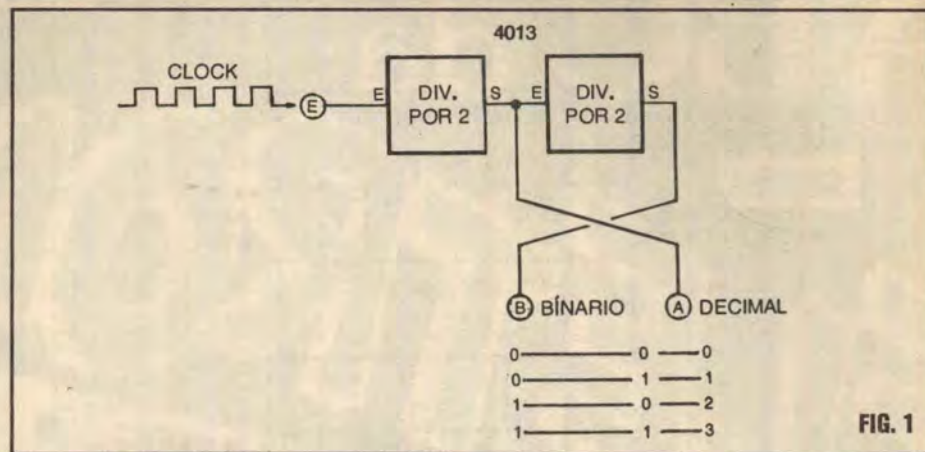
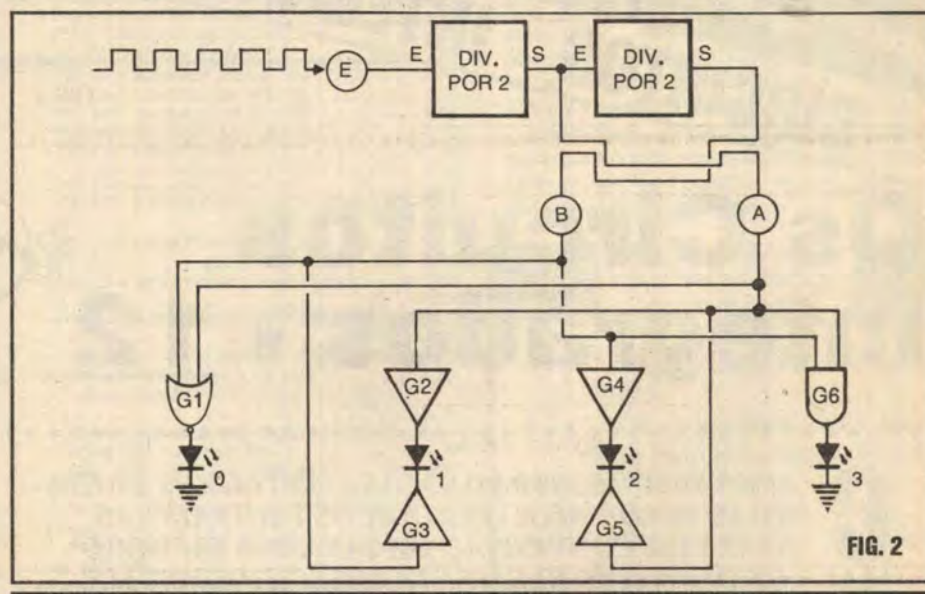

FIG. 1
FIG. 2
**- FIG. 1 - RECORDANDO OS CONTADORES BINÁRIOS ELEMENTARES...** - Conforme estudamos na "Aula" 24, se "enfileirarmos" dois blocos BIESTÁVEIS, divisores por 2 (como os dois **flip-flops** contidos num único Integrado C.MOS 4013, podemos, pelos "estados" ou níveis apresentados nas duas Saídas
- FIG. 2 - UM DECODIFICADOR BINÁRIO/DECIMAL ELEMENTAR...
- Vimos, na FIG. 1, um diagraminha de conjunto contador simples, capaz de indicar nas suas Saídas, “binariamente”, as quantidades de “zero” até “três”... Podemos traduzir as indicações obtidas no dito arranjo, através do conjunto lógico esquematizado na FIG. 2...! Observem que, apenas no papel de DECODIFICADOR, precisamos de 6 gates de diversos tipos, graças a cujas TABELAS VERDADE torna-se possível a tradução, de modo que, como indicação final, tenhamos uma leitura imediata em barra de LEDs (quatro LEDs), significando cada um, da esquerda para a direita, 0, 1, 2 e 3 (já em decimal...)! Observem, por um instante, os conjuntos de dígitos em binário (na figura anterior...) representativos das mencionadas quantidades, e vamos então acompanhar “o que acontece” durante a DECODIFICAÇÃO: